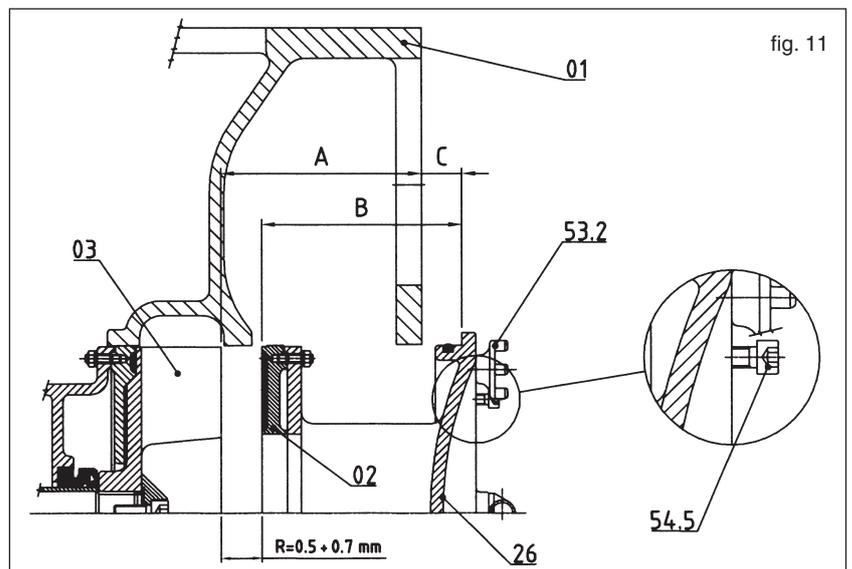

fig. 11
13.7 Position de la turbine par rapport à la (aux) plaque/s d'usure (fig. 11)